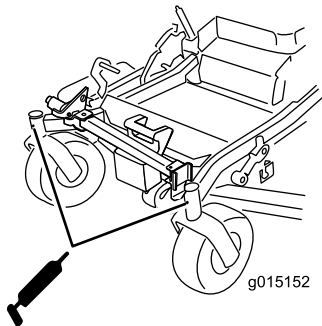

Figure 48
10. Sortez le graisseur Zerk de l'orifice. Remettez le bouchon hexagonal et le capuchon antipoussière en place (Figure 48).